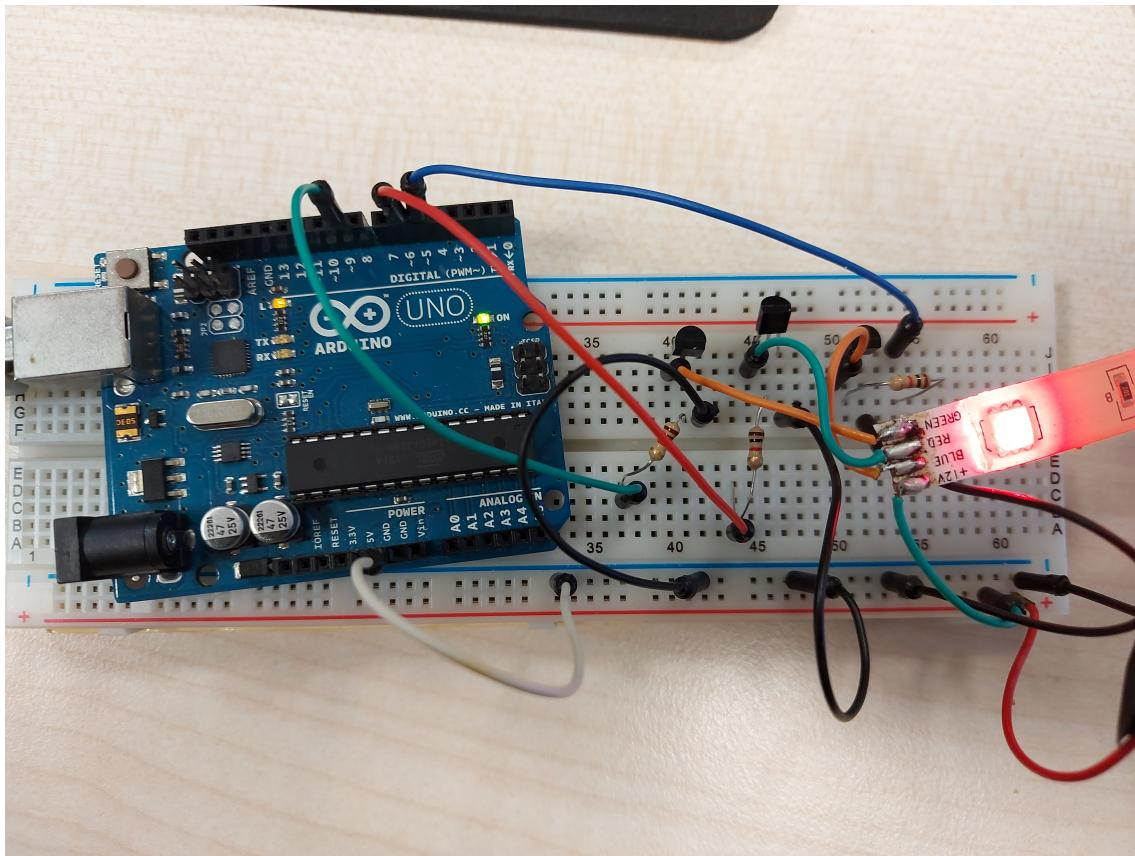

Abbildung 4: Arduino Aufbau
*Siehe Abbildung 4 : Arduino Aufbau*